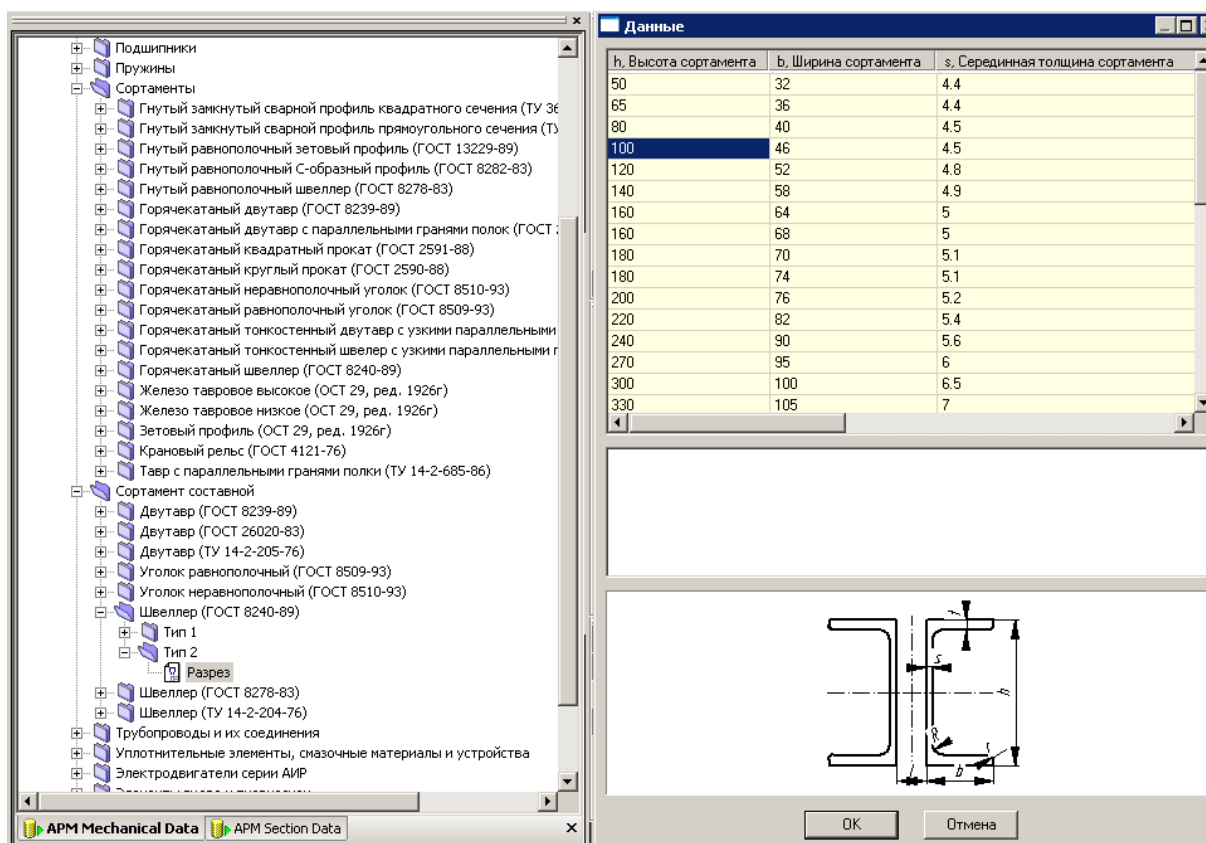

Рис. 2.4 Диалоговые окна «База данных» и «Данные».
2) Выбираем объект (параметрическую модель) из диалогового окна «База данных», выделив его на «дереве» отмеченной базы. Информация о данных выбранного объекта будет показана в окне «Данные» (рис. 2.4). После выбора необходимого типоразмера контур отрисовывается в нижней части окна «Данные». Любой из параметров модели контура можно изменить. Для этого нужно нажать кнопку «ОК» и в полях ввода открывшегося диалогового окна «Переменные» записать нужные числовые значения. Измененную таким образом модель нужно затем вставить в поле редактора *APM Graph* в соответствии с правилами вставки блоков.